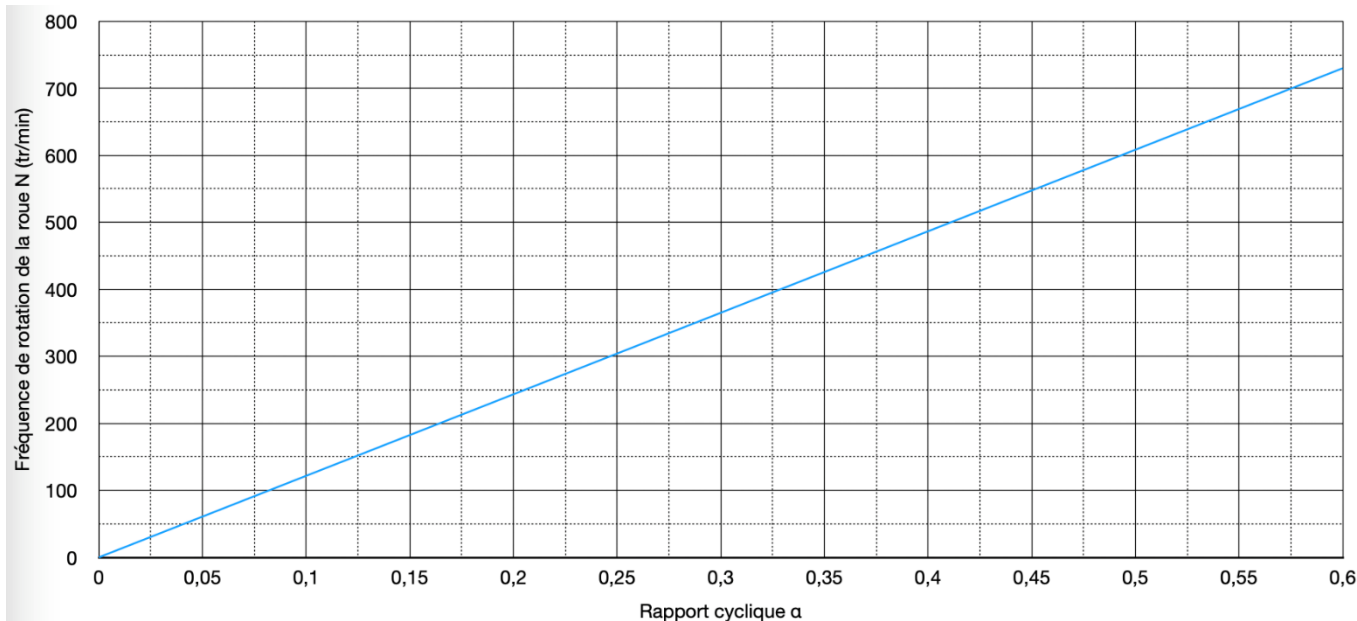

Figure 3 : caractéristique de la fréquence de rotation de la roue en fonction du rapport cyclique de commande :  $N=f(\alpha)$  (commande en position 2)
2. Vérifier le calibre de l'oscilloscope CH1 5.00V / M 500 $\mu$ s et la position du 0V (figure 3)